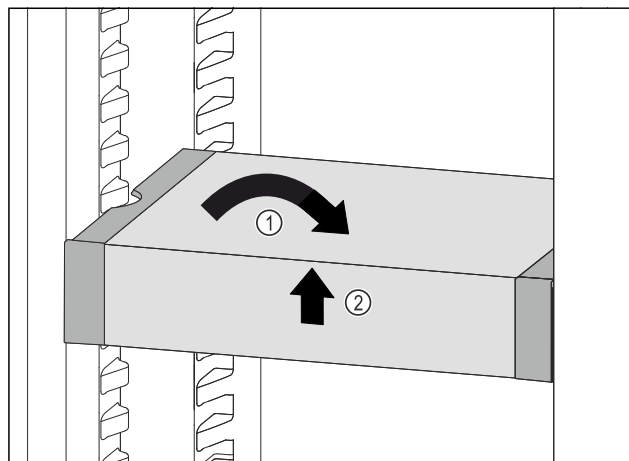

Fig. 132
- ▶ VarioSafe postavte rovně. Fig. 132 (1)
- ▶ VarioSafe vpředu zvedněte. Fig. 132 (2)